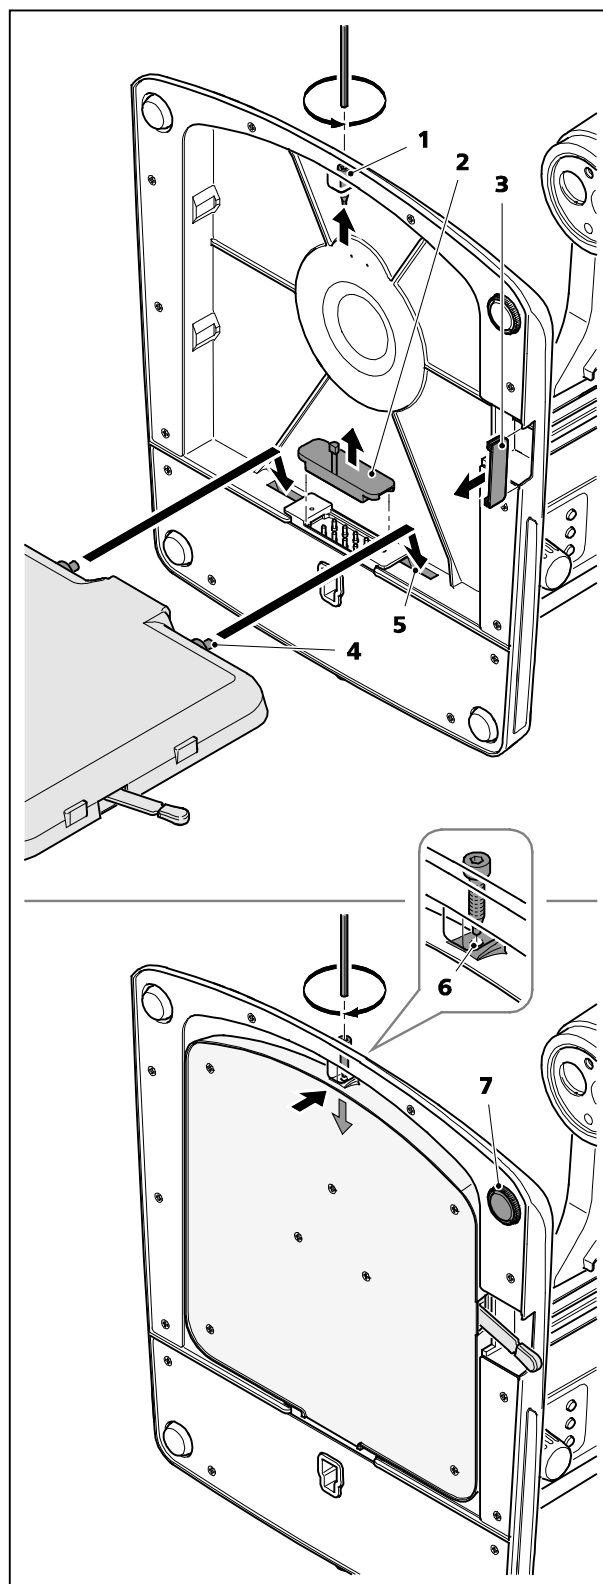

Figura 2 Montaggio modulo di illuminazione con luce trasmessa su campo chiaro M LED
- Svitare la vite Allen 3 mm (Figura 2/1) e metterla da parte.
- Rimuovere i coperchi (Figura 2/2 e 3).
- Inserire il modulo di illuminazione con luce trasmessa in modo che le due spine (Figura 2/4) entrino nelle cavità (Figura 2/5) dal lato inferiore dello stativo.
- Avvitare la vite Allen 3 mm nel foro filettato (Figura 2/6) dello stativo finché la punta della vite nel fa presa nel foro del modulo di illuminazione con luce trasmessa.
- Rimettere lo stativo in piedi ed eventualmente fare in modo che non si ribalti regolando il piede (Figura 2/7).